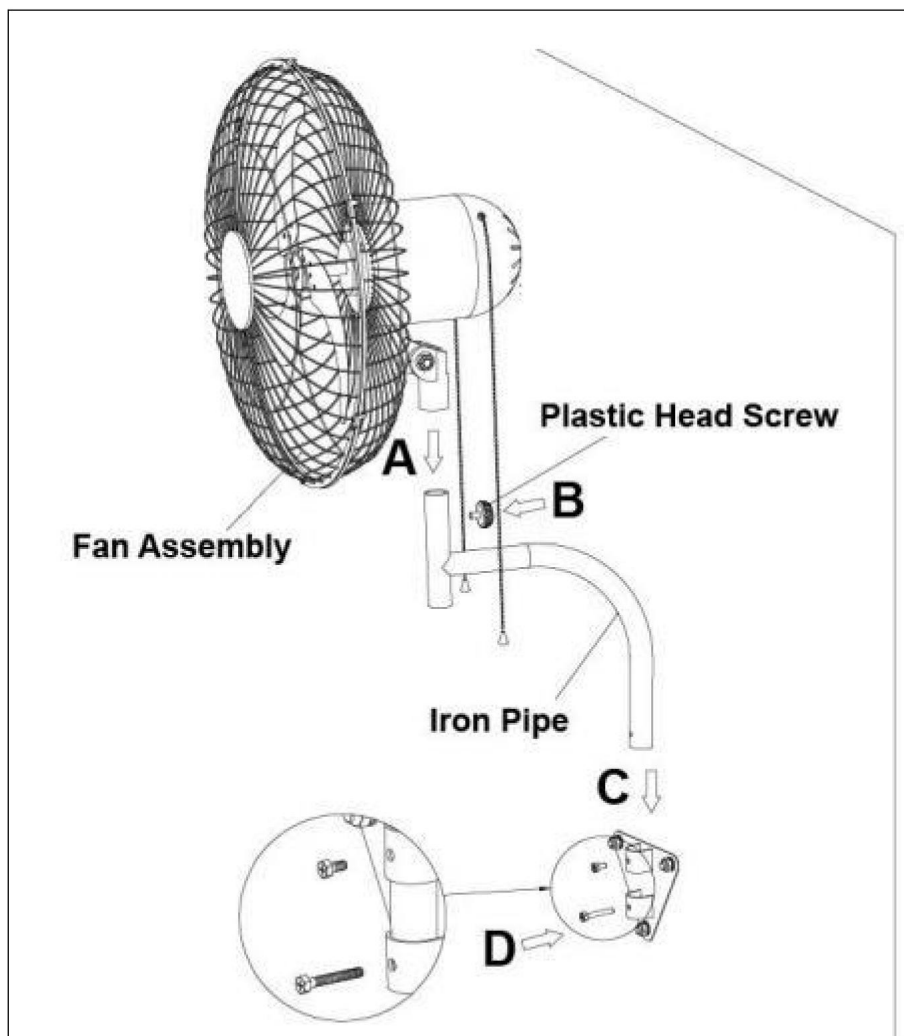

Fig.8. -
1). Instale el cabezal del ventilador en el tubo de hierro, luego bloquee el tornillo con cabeza de plástico (9), como se muestra en la Fig.8. -AB
2). Instale el cuerpo del ventilador en el panel de pared (2) y luego bloquee los tornillos del soporte 1 (4) y los tornillos del soporte 2 (5). Tenga en cuenta que los orificios para tornillos en el soporte deben corresponder a los orificios para tornillos en el panel para colgar en la pared. Como se muestra en la Fig. 8, CD